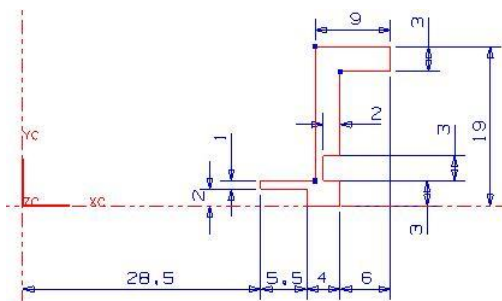

图5-50
3. 在【成形特征】工具条中单击【草图】按钮，弹出【基准平面】悬浮工具条，然后依次单击【YC-ZC】按钮和【确定】按钮进入二维草图界面，绘制图 5-50 所示的草图轮廓。